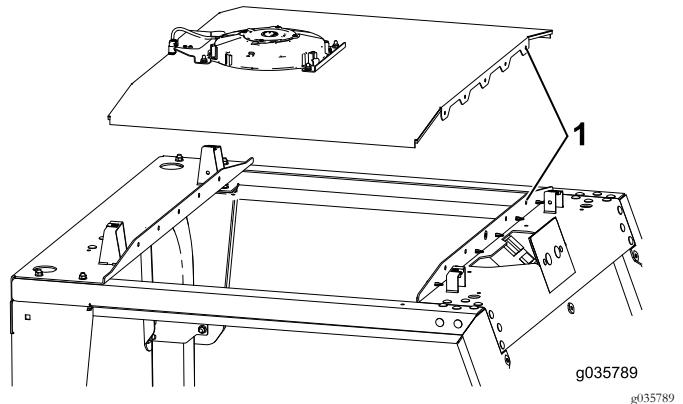

図4
2. シーリングアセンブリを機体に取り付けるシーリングアセンブリについているリベット用の穴を機体のリベット穴にわせて取り付けること(図4)。